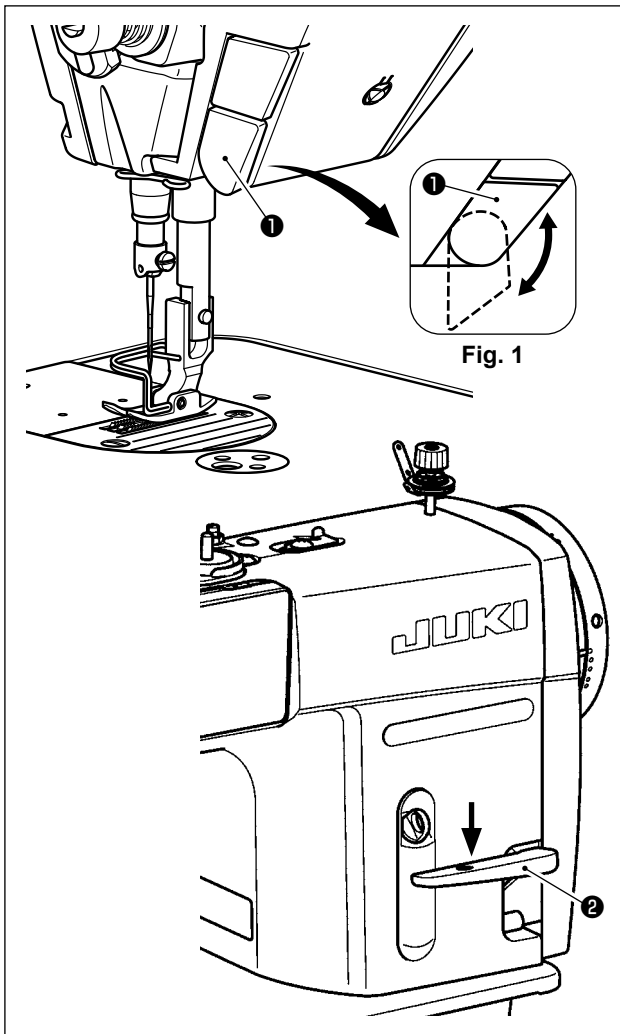

Fig. 1
El interruptor de transporte inverso de un toque ① se puede utilizar en dos posiciones diferentes girándolo. (Fig. 1)